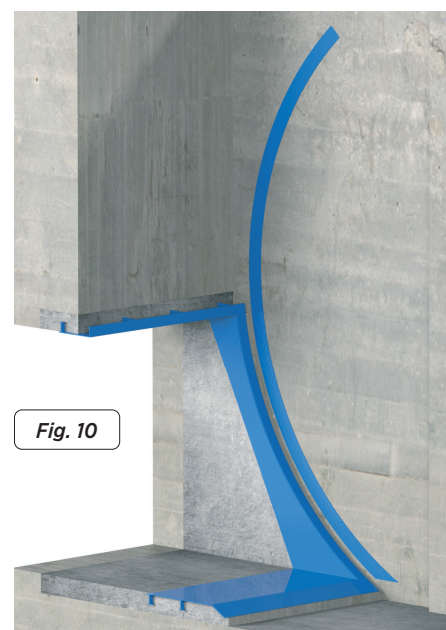

Fig. 10
- Uma vez montado o bocal e as bases dos pontos de rotação e fixações do cilindro, dispor as platinas de rodagem sobre a obra civil (fig. 10). É muito importante posicioná-las correctamente; para isso é necessário respeitar as cotas indicadas no plano de conjunto e centrá-las radialmente ao ponto de rotação, já que têm de coincidir com as rodas de orientação lateral, com a comporta aberta ou fechada. Num primeiro momento é necessário posicioná-las provisoriamente até verificar com o quadro se estão bem colocadas; depois da verificação será realizada a fixação definitiva.